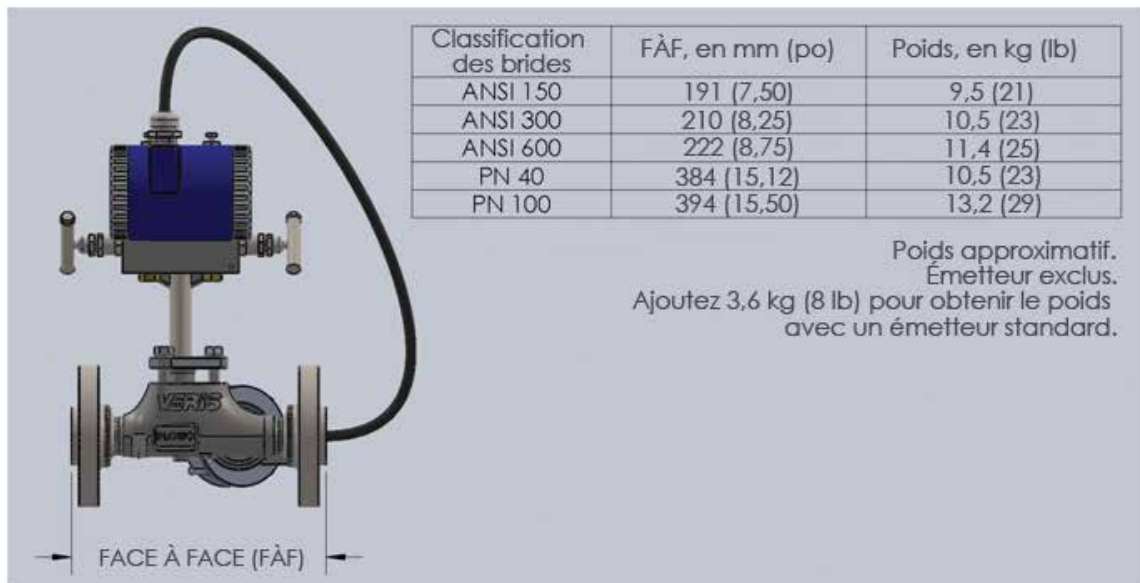

Figure 3. Dimensions et poids face à face
- Retirez une section de conduite adaptée aux dimensions face-à-face de la bride de l'Accelabar® de taille correspondante indiquée dans la figure 3.
- Placez l'Accelabar® dans le vide de la conduite qui a été préparé selon la dimension indiquée dans la figure 3. Assurez-vous que la flèche du flux (« Flow ») sur l'Accelabar® est orientée dans le même sens que le flux dans la conduite. L'orientation incorrecte de l'Accelabar® peut entraîner une mesure insatisfaisante et inexacte du débit.